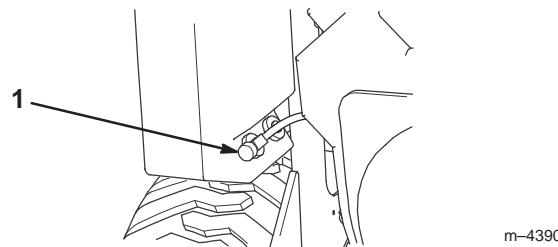

Figure 32
- Si vous possédez un Dingo 322, tournez le robinet au bas de chaque réservoir de carburant comme illustré à la Figure 32.